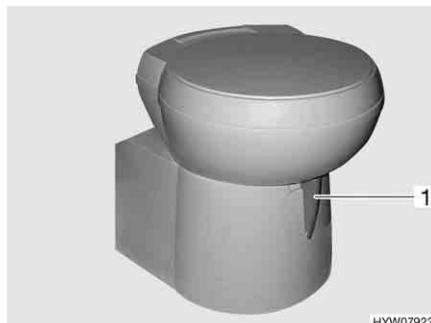

Fig. 155 Tazza del WC Thetford, orientabile HYW07923
- Prima di tirare l'acqua, aprire il cursore della toilette Thetford. A tal fine girare la leva del cursore (Fig. 155,1) in senso antiorario.